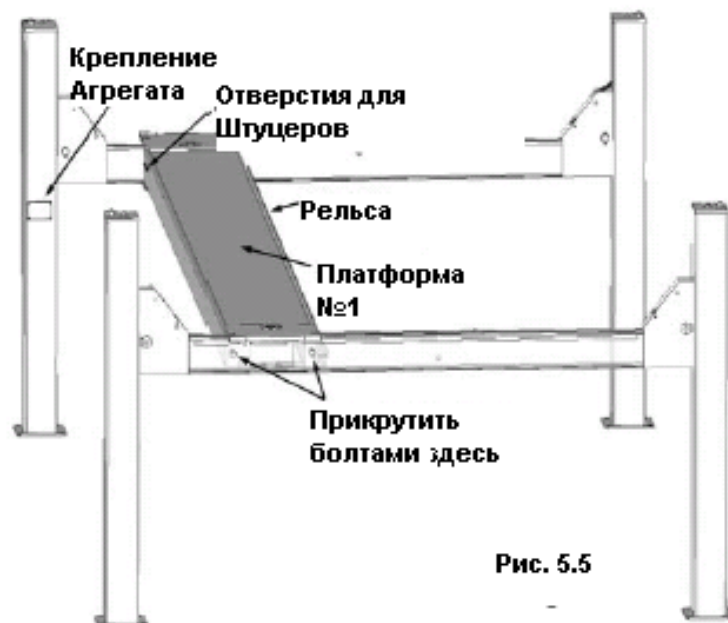

Рис. 5.5
4. Положить Платформу №1 на поперечные перекладины так, чтобы рельса смотрела внутрь подъемника. Отверстия в платформе для штуцеров, должны быть расположены рядом со стойкой, на которой крепится Агрегат. Соединить отверстия на платформе и на поперечных перекладинах, вставить болты М12х7ю75х90 и затянуть их прочно гайками (см. Рис. 5.5)